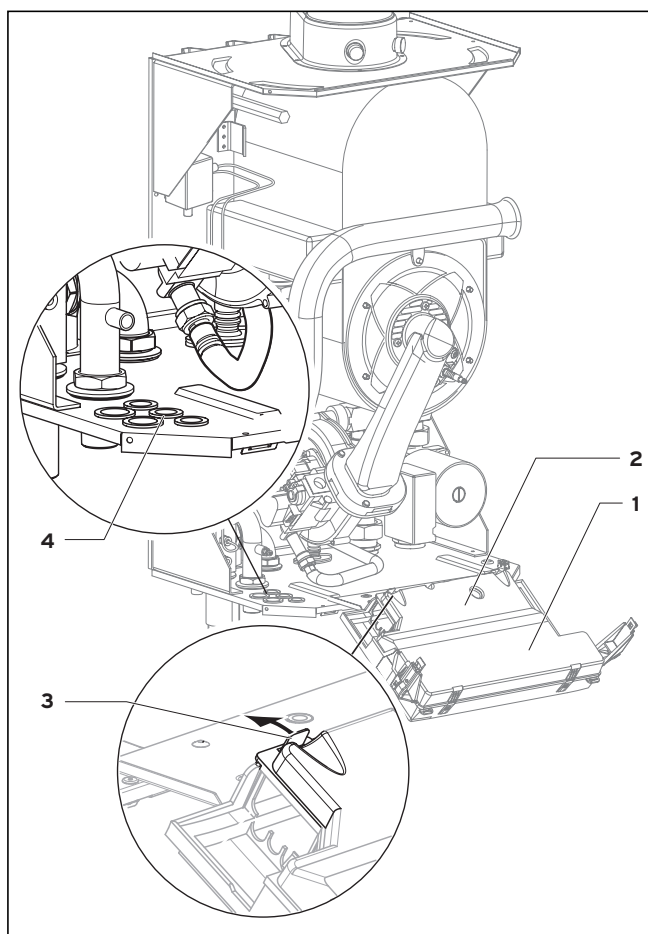

Fig. 4.9 Deschiderea peretelui posterior al pupitrului de comandă
- În final, introduceți conductorii de legătură (5) în pupitrul electronic și scurtați-i la lungimea necesară (vezi fig. 4.9).
- Îndepărtați izolația aprox. 2-3 cm de pe conductorul de legătură și desizolați firele (vezi fig. 4.9).